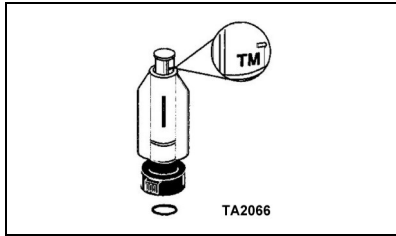

Fig. 2
2. Raccordez la conduite d'air au raccord CEJN sur le régulateur **T/A/LINE** et installez l'indicateur de test de débit sur le raccord rapide à l'orifice de sortie du filtre. Vérifiez que le flotteur se soulève pour rendre visible le repère "TM" (voir Fig. 2).